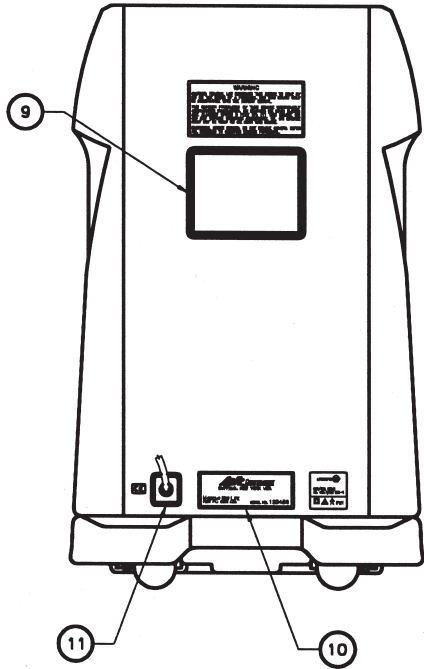

Fig. I.2
I.2 Lato posteriore (Fig. I.2) .....	3-IT
### **1. 2. Lato posteriore (Fig. I. 2)**